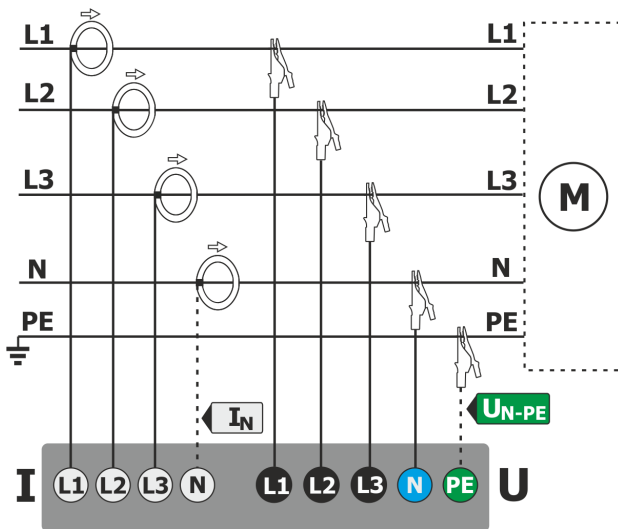

Fig. 60. Esquema de conexión - sistema trifásico de 4 hilos, trifásico de 4 hilos sin U L2 (2½ elementos).
- sistema trifásico de 4 hilos, trifásico de 4 hilos (sin U L2) (Fig. 60),
*Para calcular correctamente la potencia aparente total  $S_e$  y el factor de potencia total PF en el sistema trifásico con 4 conductores, es necesaria la medición de corriente en el conductor neutro. En tal caso siempre es necesario activar la opción **Registrar la corriente en el conductor N** y conectar cuatro pinzas como se muestra en la Fig. 60. Más información sobre la potencia aparente total  $S_e$  se puede encontrar en la sección 5.3.5.*